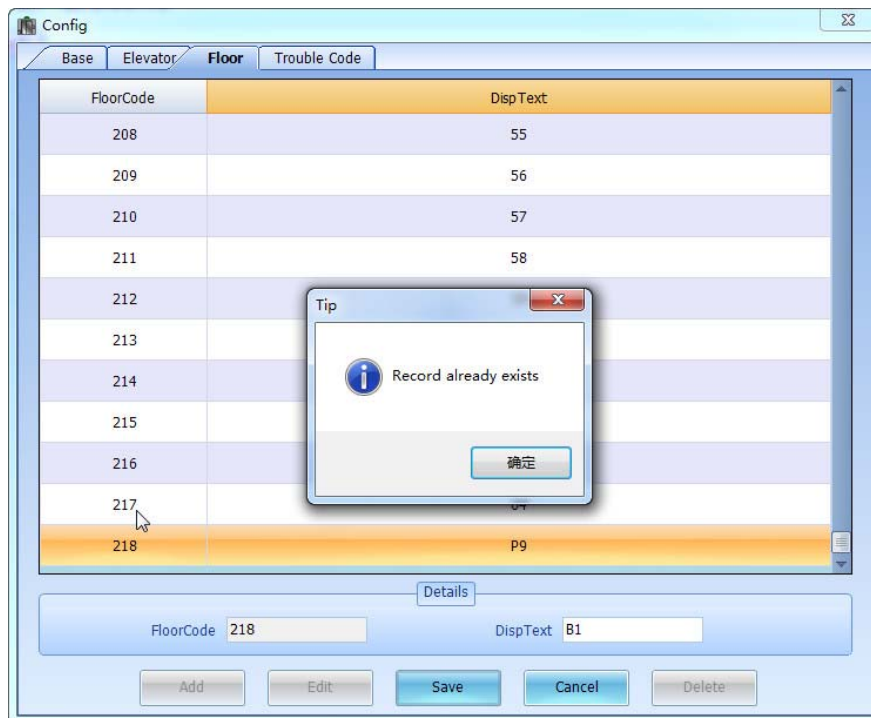

Fig. 4.3.14
- 층 코드와 표시 문자는 한번만 설정 가능 예를 들면 4.3.1 층 표시 문자 “B1”의 코드는 60. 층 코드 218 을 선택하고 표시 문자를 B1 로 설정하고 저장하면 기록이 이미 존재 함 이라고 뜬다. Fig.4.3.14 참고